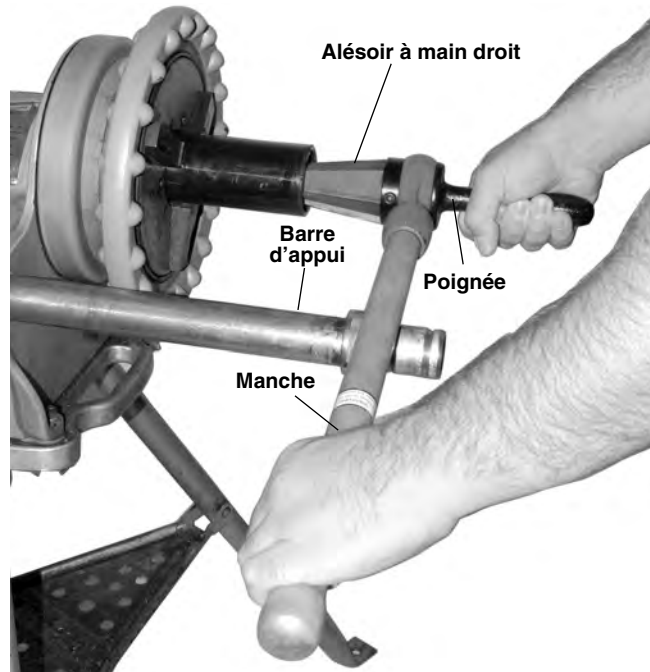

Figure 6 – Alésage des tuyaux à l'aide d'un alésoir à main
- Reposez la poignée sur la barre d'appui côté gauche (*Figure 6*) et tenez la poignée de l'alésoir avec la main droite. Evitez de vous pincer en faisant attention de ne pas mettre les doigts entre l'alésoir et la barre d'appui.